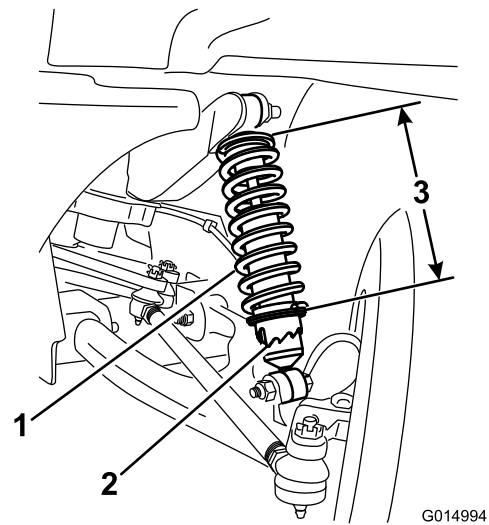

Figura 38
- A. Usando la herramienta TORO6010, gire el collarín del amortiguador para variar la longitud del muelle (Figura 38).